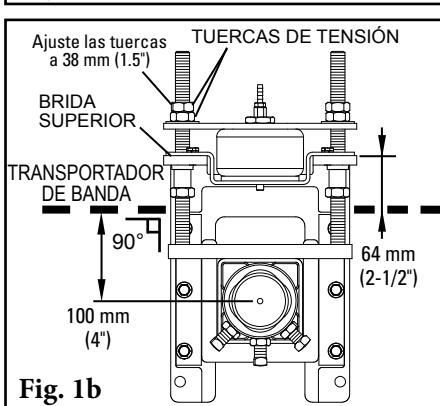

Fig. 1b
**1b. Bases de montaje del tensor de aire y agua:** con una mordaza coloque la base de montaje en posición de manera que la brida superior de la base quede a 64 mm sobre la banda. Atornille o suelde la base de montaje en su lugar y ajuste las tuercas de la barra roscada a 38 mm desde la parte superior de las barras roscadas (Fig. 1b). Repita en el lado opuesto.